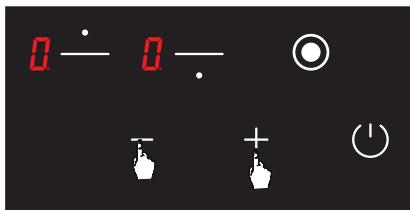

Рис. 12
- Установите температуру всех конфорок на **0** используя кнопки **+** и **-** (См. Рис. 12). Варочная панель автоматически отключится через 20 секунд.